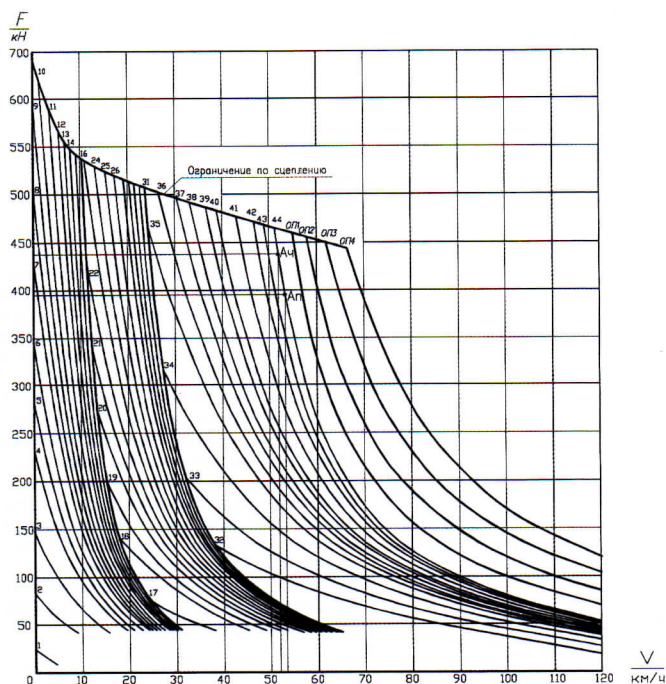

Рис. 2. Тяговая характеристика электровоза 2ЭС4К
- в режиме тяги — изменением сопротивления пускотормозных резисторов R10, R11, R20 и R21, а также изменением тока возбуж- дения преобразователем возбуждения (см. рис. 2);